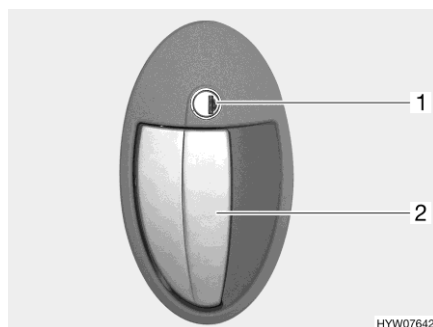

Fig. 28 Serrure de la porte (porte cellule à l'extérieur)
- Insérer la clé dans le barillet (Fig. 28,1) et la tourner dans le sens des aiguilles d'une montre jusqu'à ce que la serrure de la porte soit déverrouillée.
- Tirer sur la poignée de la porte (Fig. 28,2). La porte est ouverte.
- Insérer la clé dans le barillet (Fig. 28,1) et la tourner dans le sens inverse des aiguilles d'une montre jusqu'à ce que la serrure de la porte soit verrouillée.